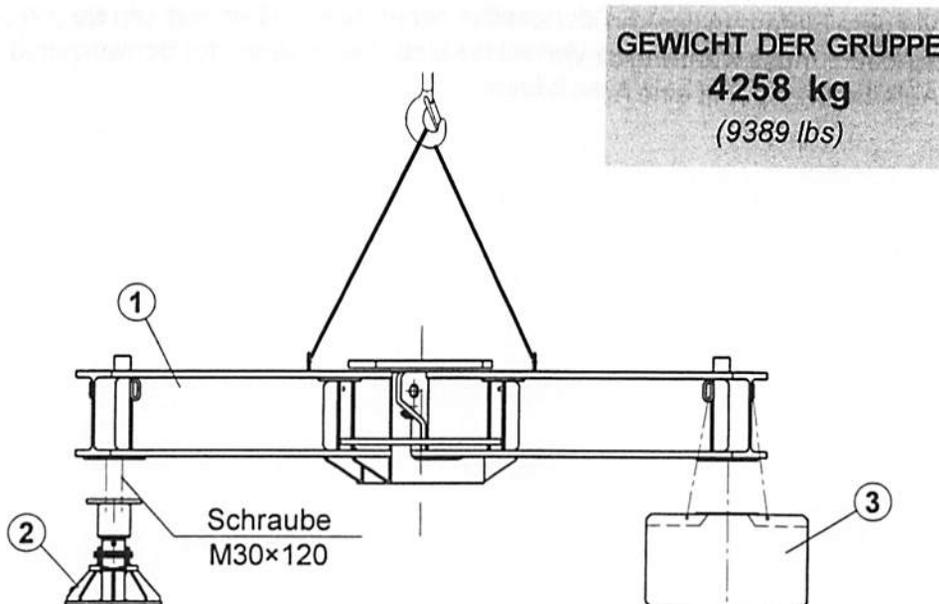

Abb. 3.3.1
- B) Verseilen, anheben und den Unterwagen (1) von den Abstützungen (2) oder den Ballastblöcken (3) nehmen, in dem man die Schrauben M30×120, ihre Muttern und Unterlegscheiben (Montage "F") oder die Spannvorrichtungen G-G M22 7/8" (Montage "FP") entfernt (Abb. 3.3.1).